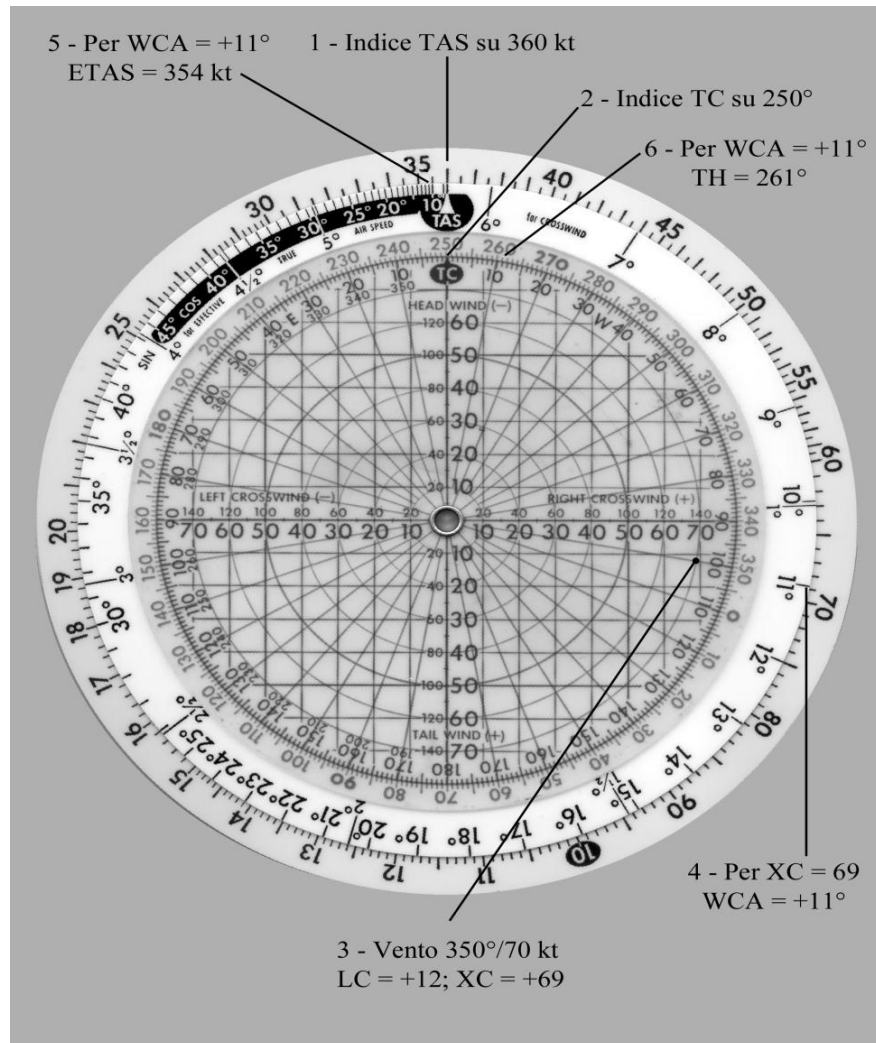

Figura B.4 – Risoluzione dell'esempio n. 2 con il regolo Jeppesen
Si ruota il disco intermedio fino a portare l'indice  $TAS$  sul valore 440 della scala  $a$  (fig. B.4); si posiziona poi il disco trasparente sul valore  $250^\circ$  relativo alla  $TC$ . Il regolo è ora predisposto; con una matita si segna con un puntino l'intersezione della radiale contrassegnata dal valore di  $WD$  ( $290^\circ$ ) con la circonferenza di valore  $WV$  (40) usando la scala adatta. Si leggono ora, sul reticolo sottostante, le coordinate del punto: l'ascissa in valore e segno (+26) è la componente trasversale del vento  $XC$ , mentre l'ordinata ( $-30$ ) rappresenta la componente longitudinale  $LC$ . L'angolo  $WCA$  si legge sulla scala  $b$  ( $WCA \cong 3^\circ$ ) in corrispondenza di  $XC$ ; il segno è quello di  $XC$ . Essendo  $WCA < 8^\circ$  si ha: